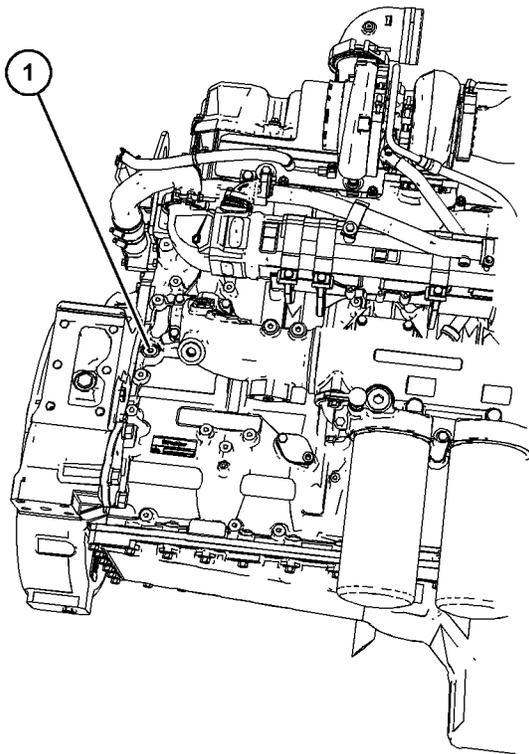

图 29
拆下图 29 中所示的其中一个螺塞，以连接发动机机油系统。所需的连接为 9/16" x 18 tpi。确保使用正确的机油技术规格，请参阅本操作和保养手册，油液建议，了解更多信息。润滑发动机内部表面后，拆下接头并安装塞 (1)。拧紧螺塞至扭矩 30 N·m (265 lb in)。Perkins 建议必须在至少 10° C (50° F) 的环境温度下执行该步骤。